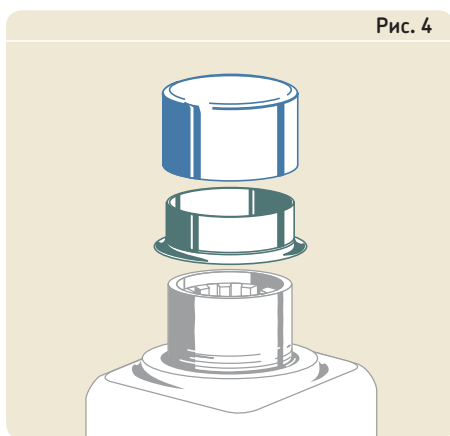

Рис. 4
- 7 Если фланец необходимо удалить, надрежьте его перед установкой втулки. Фланцевый конец втулки устанавливается на вал первым. Затем установите на втулку монтажный инструмент (→рис. 4).